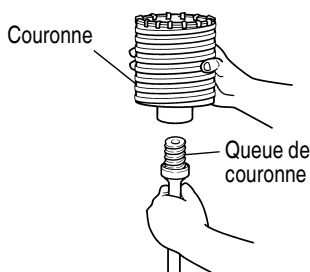

Fig. 12
- (1) Monter la couronne sur la queue de couronne. (Fig. 12)